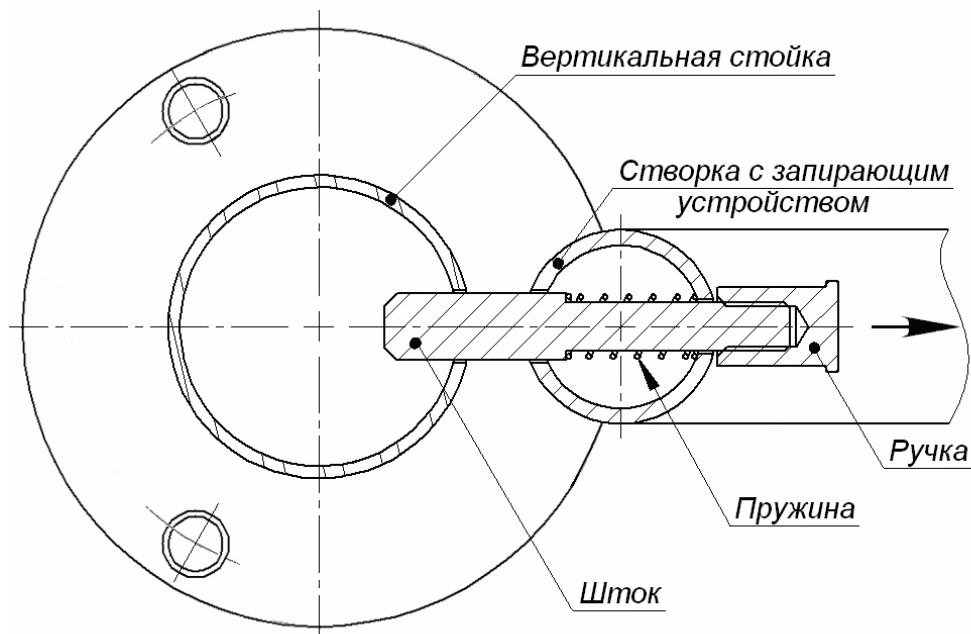

Рисунок 15. Установка штока стопорного узла
6. Отожмите шток за ручку (рис.15). После поворота преграждающей створки в положение закрытия прохода ручка отпускается и при этом шток фиксирует створку в соответствующем пазу вертикальной стойки.
При эксплуатации поворотной секции ограждения рекомендуется периодически (один раз в шесть месяцев) смазывать подвижные части стопорного узла (см. рис. 15) смазкой типа ШРУС-4.